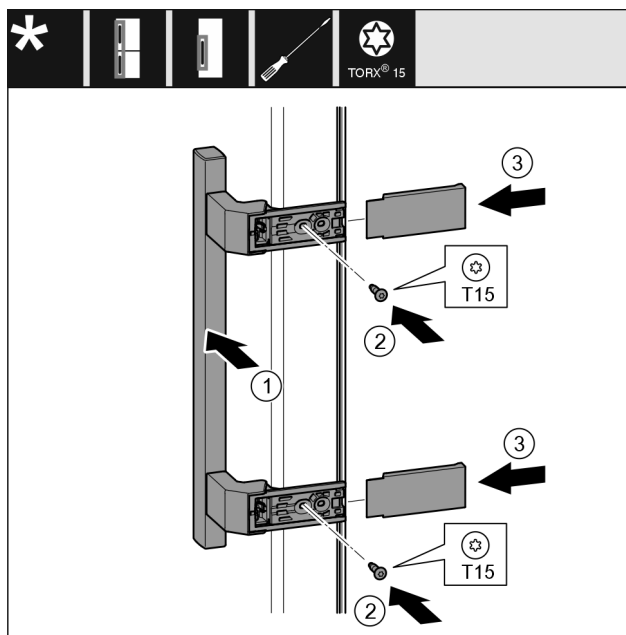

Fig. 11
- Placer la poignée du côté opposé. Fig. 11 (1)
- Les trous de vis doivent être exactement superposés. Fig. 11 (2)
- Serrer les vis au moyen d'un tournevis T15. Fig. 11 (2)
- Placer les recouvrements latéralement et les faire glisser. Fig. 11 (3)